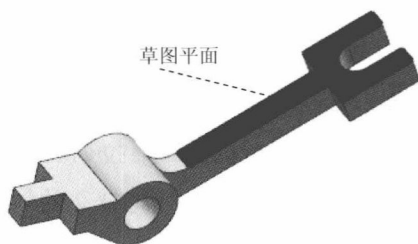
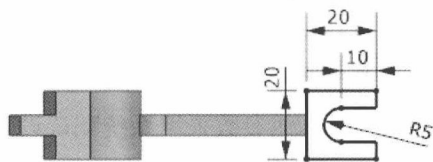
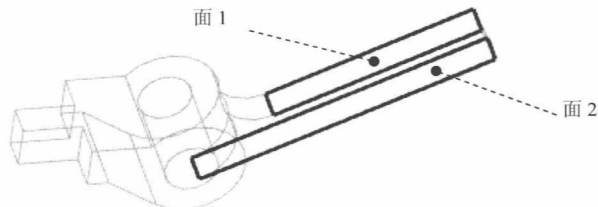

图 2.8 拉伸特征 4
图 2.9 截面草图
图 2.10 草图平面
Step5. 创建图 2.8 所示的拉伸特征 4。选择下拉菜单 **插入(S) → 设计特征(F) → 拉伸(E)...** 命令（或单击  按钮）；单击“拉伸”对话框中的“绘制截面”按钮 ，系统弹出“创建草图”对话框，选取图 2.8 所示的面为草图平面，选中 **设置** 区域的 ☒ **创建中间基准 CSYS** 复选框，单击 **确定** 按钮，绘制图 2.9 所示的截面草图，退出草图环境；在“拉伸”对话框 **极限** 区域的 **开始** 下拉列表中选择 **直至延伸部分** 选项，选择图 2.10 所示的面 1；在 **限制** 区域的 **结束** 下拉列表中选择 **直至延伸部分** 选项，选择图 2.10 所示的面 2；在 **布尔** 区域的 **布尔** 下拉列表中选择 **求和** 选项，其他参数采用系统默认设置；单击 **< 确定 >** 按钮，完成拉伸特征 4 的创作。